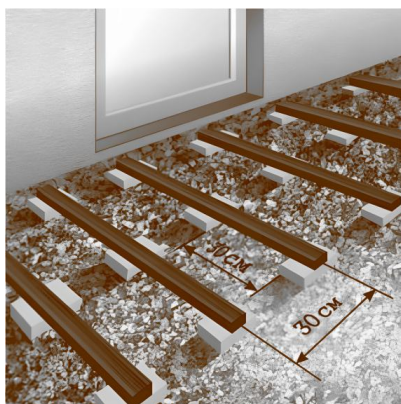

Рисунок 3
- на бетонную плитку размером не менее 250х250х40 мм, установленные на песчано-гравийное утрамбованное основание (рис. 3) – временная установка или при монтаже в условиях плюсовых температур. Недопустимо делать монтаж таким способом на пучинистом грунте и в условиях эксплуатации в отрицательных температурах;